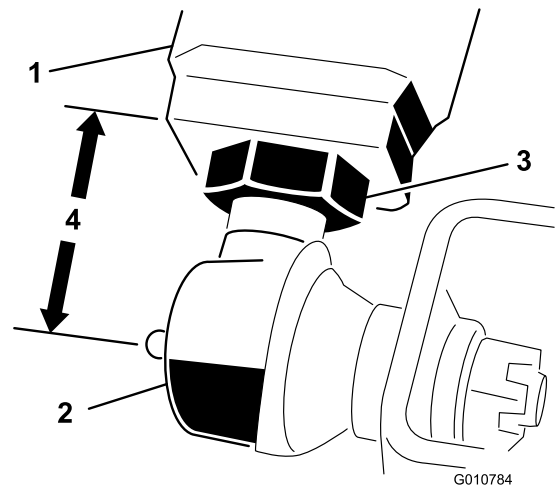

図 5
- 各昇降アームの端部から、ボールジョイントの中心グリスニップルまでの距離を測定する。この距離が 57mm 程度であれば適正である 図 5。